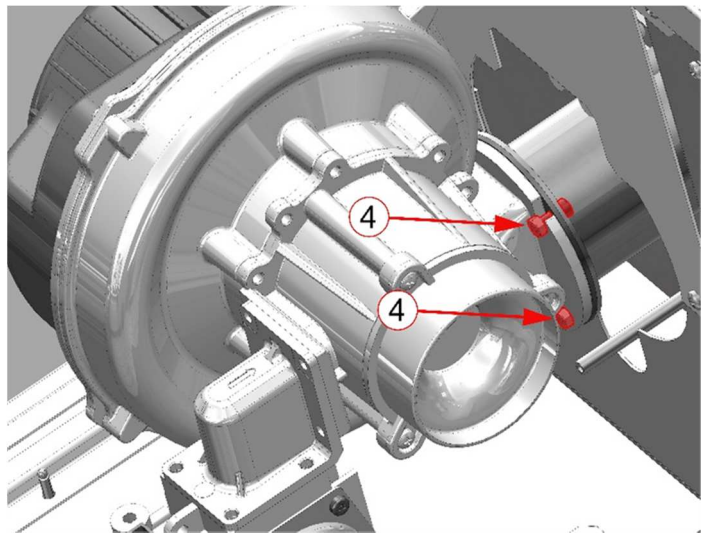

Fig. 5-73
- 4 Retirer les 4 vis (4) qui fixent le ventilateur à la bride entretoise (la Fig. 5-73 en montre 2 seulement)